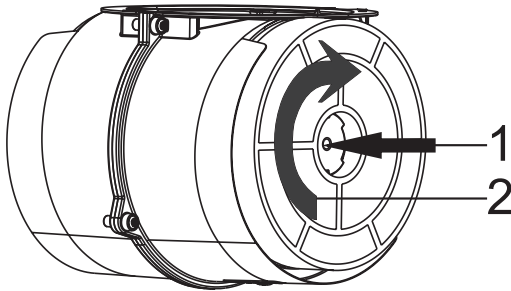

Fig. 6 : FILTRE A CHARBON AF 90
1. Placez le filtre à charbon dans son emplacement. Fig. 6